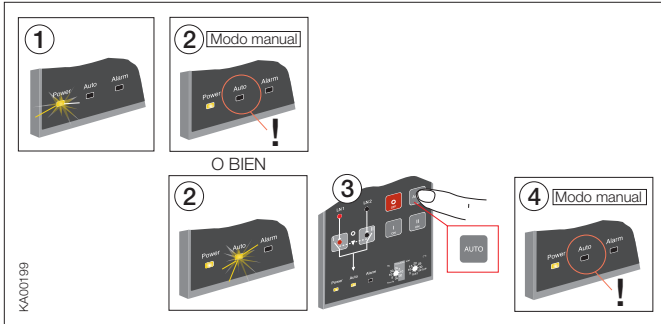

Figura 6.7 Selección del modo manual en las unidades de control automático OMD200 y OMD300
1. Cambie el dispositivo al modo MANUAL de acuerdo con la Figura 6.7.